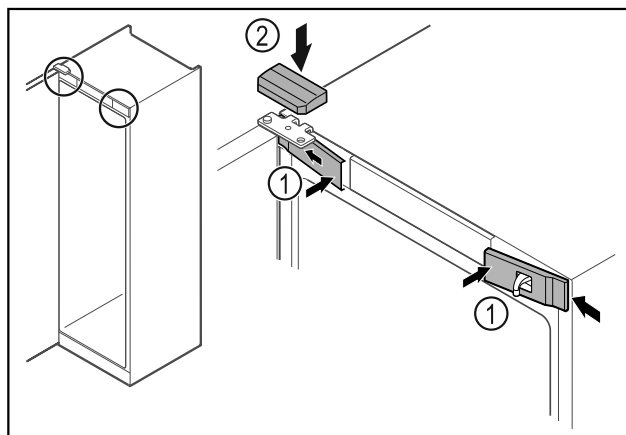

Fig. 47
- ▶ Зацепите сбоку и защелкните передние крышки Fig. 47 (1).
- ▶ Защелкните верхнюю крышку Fig. 47 (2) сверху.